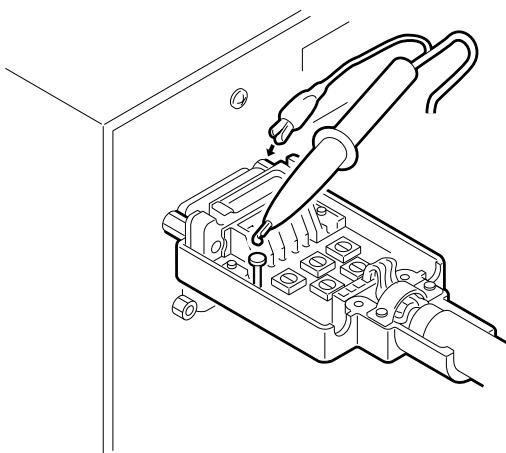

Abb. 2
- ① Führen Sie den Vorverstärker in den Zähler ein, und schalten Sie den Zähler ein.
- ② Halten Sie eine Oszilloskopsonde an den PM-Kontakt der Vorverstärkerplatine, und klemmen Sie eine Erdklemme an die Steckverbinder schraube an. (Abb. 2)